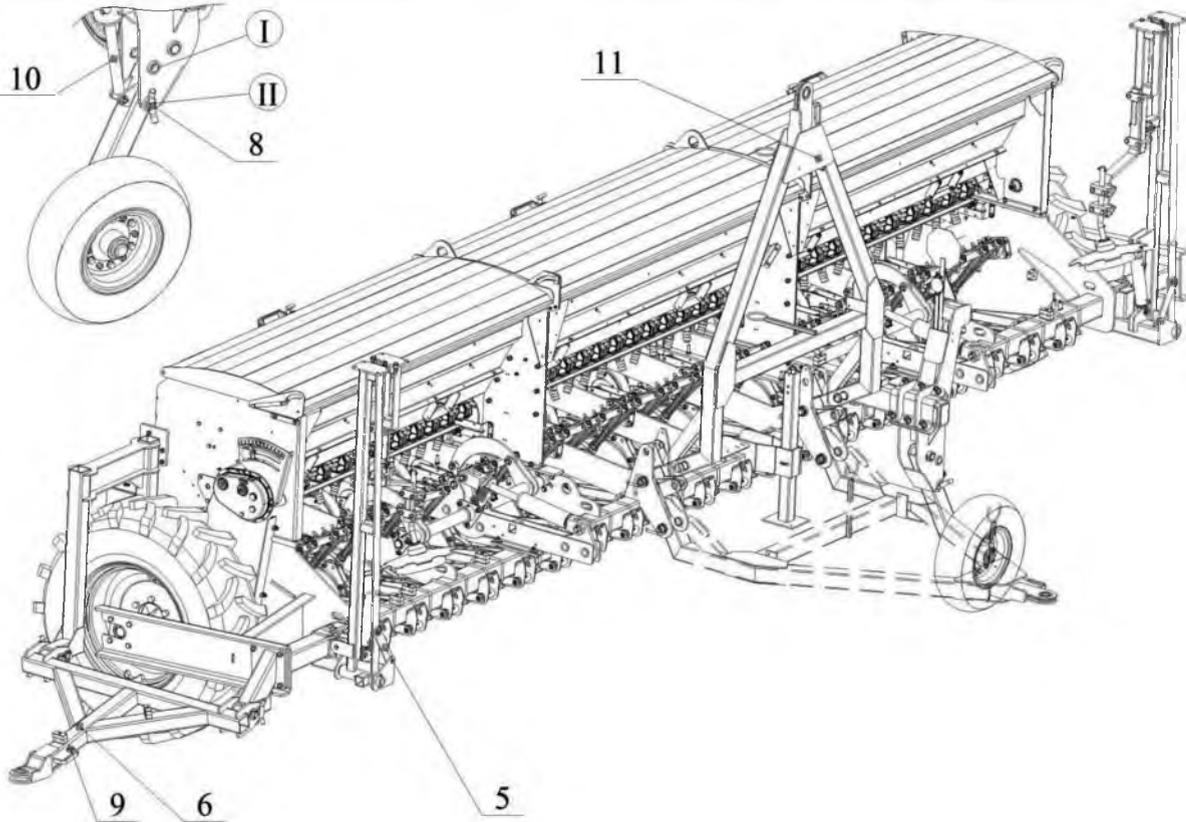

Рисунок 34. Перевод сеялки в транспортное положение.
- 1) Открутив 4 болтовых соединения в районе петли (7) сложить маркеры и зафиксировать их по стопорным отверстиям (8). Поднять маркеры и застопорить их фиксатором (5) (рис. 34).
- 2) Зафиксировать механизмы подъема секций (2 места) в транспортном положении фиксаторами (1).
- 3) Отсоединить гидравлические рукава, соединяющие сеялку с трактором. Зафиксировать их на дышле (6). Избегать попадания пыли и грязи на быстроразъемные муфты.